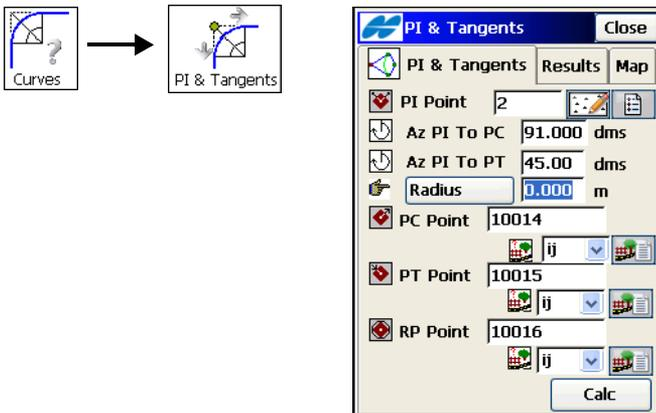

Abbildung 10-9. TSP & Tangenten
Über „TSP & Tangenten“ berechnen Sie *KA*, *KE* und *RP* (Kurvenmitelpunkt) einer Kurve mithilfe von TSP (Tangentenschnittpunkt), Radius und Azimuten vom TSP zum *KA* und *KE*. Im Fenster ***TSP & Tangenten*** haben Sie folgende Möglichkeiten (Abbildung 10-9):
1. Wählen Sie die Ausgangsdaten für die Funktion sowie die Namen und die Codes für die Ergebnispunkte (Abbildung 10-9).